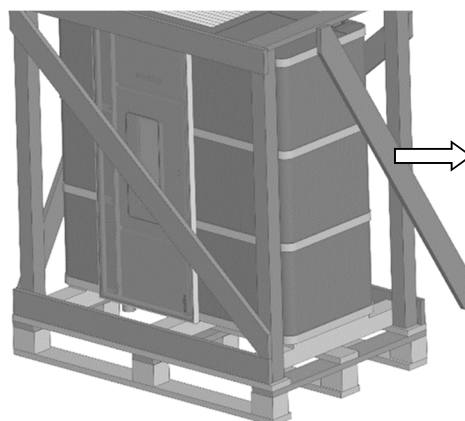

Abb. 4: Diagonallatte entfernen
3. Die Diagonallatte auf einer Seite demontieren und entfernen (Abb. 4).